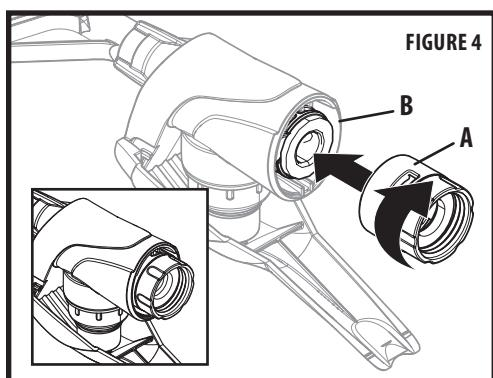

FIGURE 4
2. Thread the cleaning adapter (a) into the rear of the trigger housing (b) (figure 4).
2. Vissez l'adaptateur de nettoyage (a) dans l'arrière du boîtier de la détente (b) (figure 4).